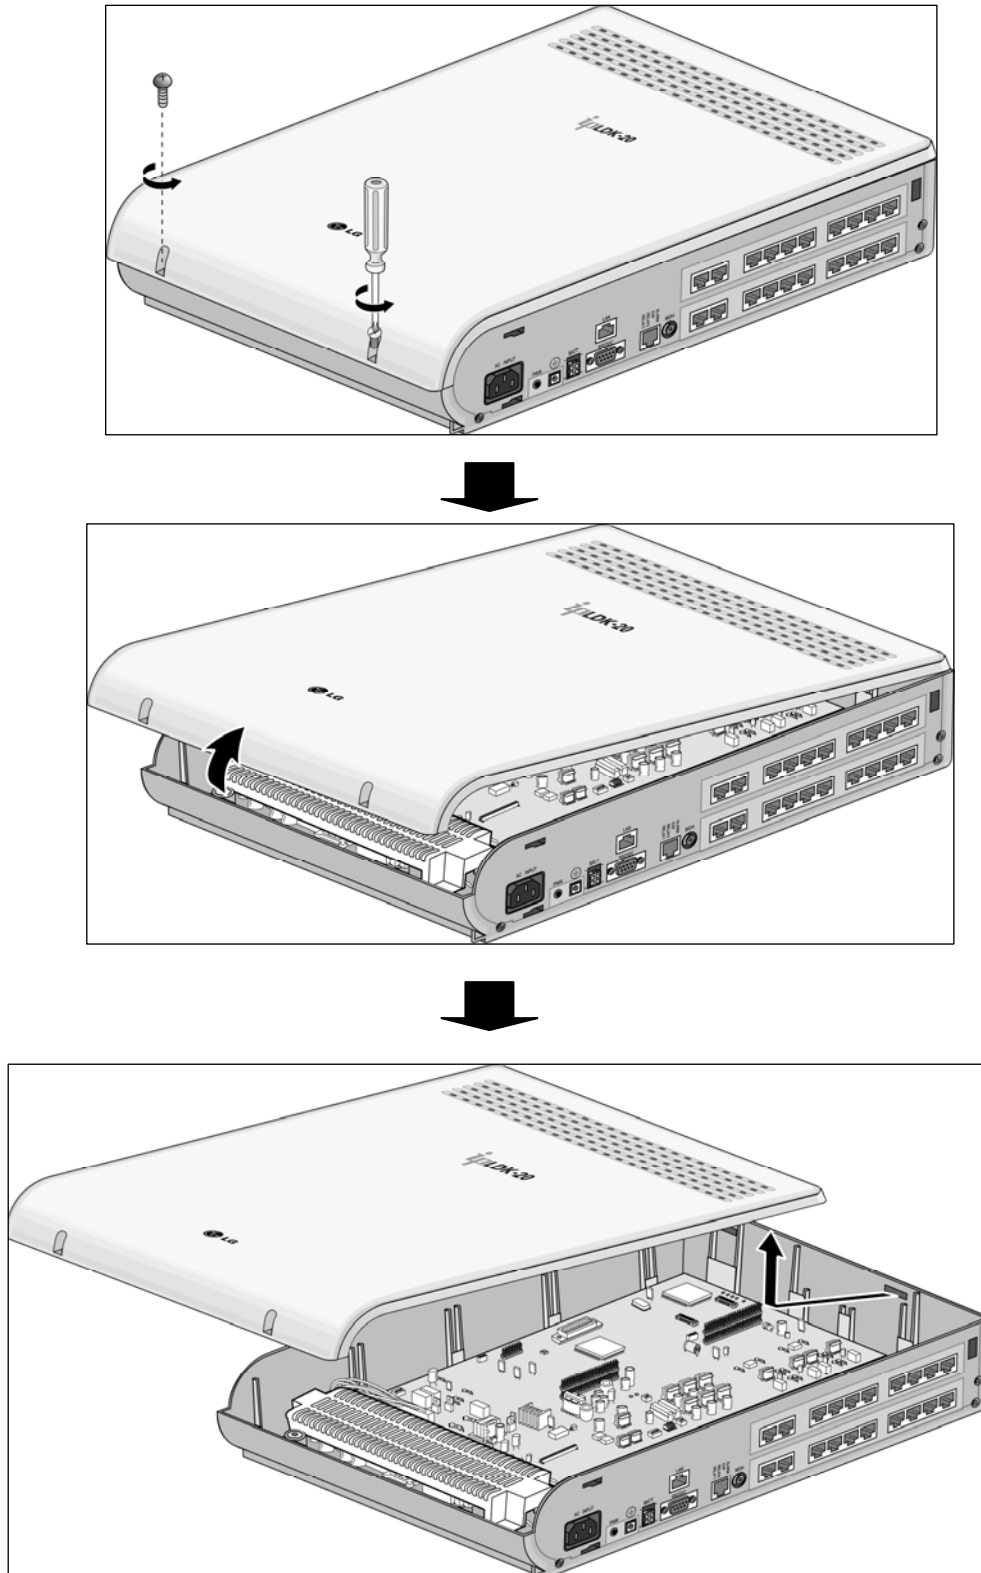

Figura 2.1.3.1 Abriendo la tapa frontal
1. Gire los tornillos hacia la izquierda hasta aflojarlos como se muestra en la Figura 2.1.3.1.